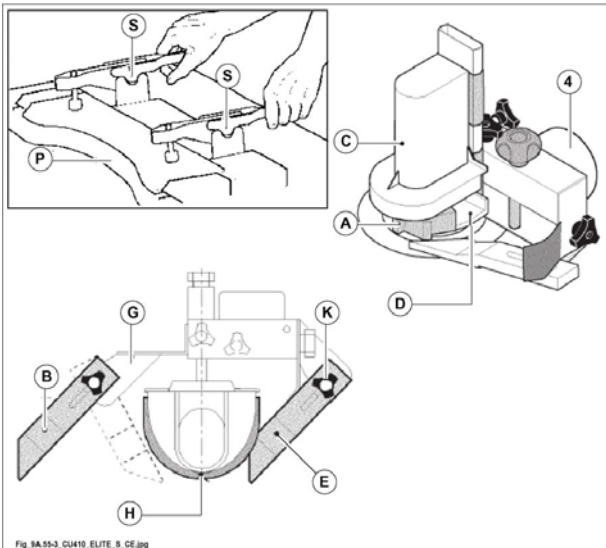

Fig. 9.55-3
L'operazione di sagomatura consiste nell'esecuzione di profili lungo linee curve. La sagomatura si effettua mediante fresa (A fig. 9.55-3) e anello copiatore (D fig. 9.55-3) montati sulla cuffia (C fig. 9.55-3).
Allacciare il raccordo (4 fig. 9.55-3) all'impianto di aspirazione.
Per la lavorazione procedere appoggiando la sagoma sulla guida (E fig. 9.55-3), fissata solidamente al supporto e spingerla fino al riferimento (H fig. 9.55-3) stampigliato sulla lunetta.
Il riferimento (H fig. 9.55-3) indica il punto di massima profondità di passata.
per avere un'asportazione regolare è necessario eseguire tutta la lavorazione in corrispondenza del riferimento (H fig. 9.55-3).
La sagoma (P fig. 9.55-3) deve essere costruita con materiali il più possibile indeformabili (es.: multistrato) e munita di morsetti stringipezzo (S fig. 9.55-3).
- Montare la staffa (G fig. 9.55-3) come indicato nel par. 4.3.73.5.
- Spostare la guida (E fig. 9.55-3) sul lato opposto (B fig. 9.55-3) dopo aver allentato il pomello (K fig. 9.55-3).
porre le mani con le dita chiuse, in piano sul pezzo e spingerlo in avanti in maniera uniforme appoggiandolo alla guida (E fig. 9.55-3), oppure alla parte dritta della lunetta.